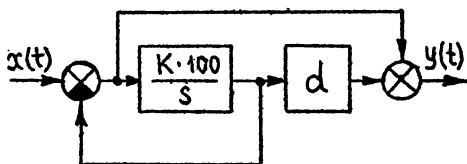
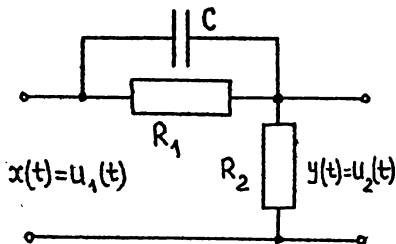

Рис.19
Рис.20
21. Запишите передаточную функцию, соответствующую структурной схеме рис.19. Сравните выражение с передаточной функцией электрической цепи, изображенной на рис.20.
23. Пронаблюдайте переходные функции для схемы рис.19 при $d = 0,2$ и $K = 0,5; 1,0; 2,0; 5,0; 10,0$. Объясните полученные результаты.